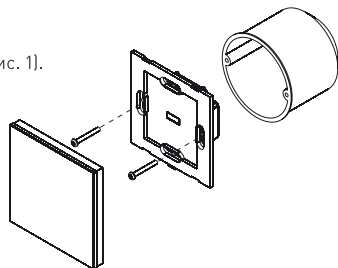

Рис. 2. Монтаж панели управления.
- Зафиксируйте корпус панели в монтажной коробке (Рис. 2).
Пример подключения контроллеров приведен на Рис. 2).